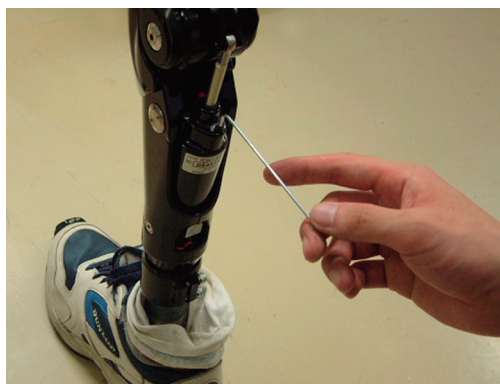

図 15 クッションバルブの締付方法
- 1 図 15 のように、六角レンチ(2mm)を用いてクッションバルブを回します。